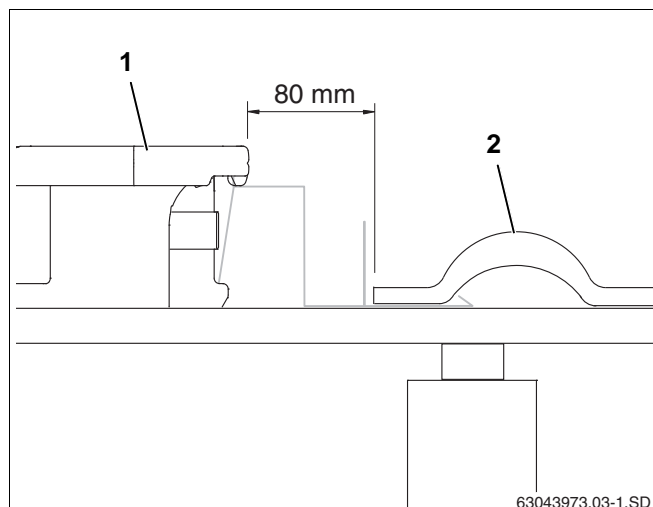

Fig. 22 Den første solfanger sættes på og skrues fast
- ▶ Lad den første solfanger (fig. 22, **pos. 1**) glide ind i nedskridningssikringen, og placér den 80 mm fra den yderste (evt. tilskårne) tagsten (fig. 22, **pos. 2**).